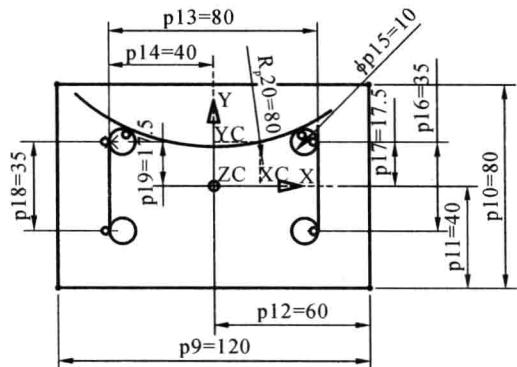

图 1-16 约束圆弧与另一个圆
(13) 重复第(12)步，约束圆弧与另一个圆，如图 1-16 所示。